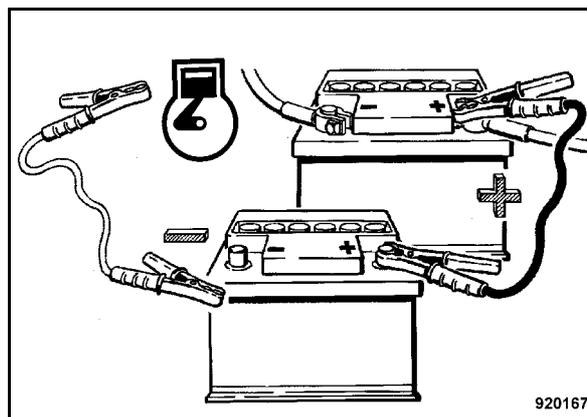

Рис. 54
- Затем вначале присоединить массовый провод к отрицательному полюсу, а потом к массе двигателя или кузова, как можно дальше от аккумуляторной батареи (Рис. 54).